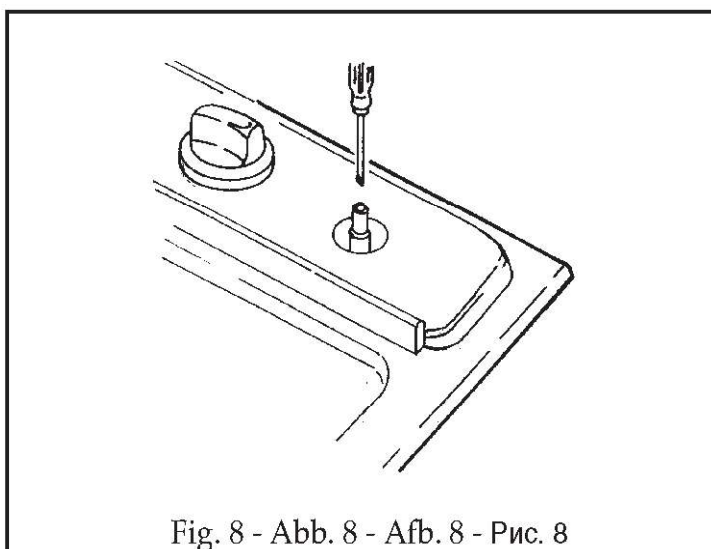

Fig. 8 - Abb. 8 - Afb. 8 - Рис. 8
- per la regolazione del minimo agire con opportuno cacciavite sulla vite posta sul rubinetto (Fig. 8) dopo averlo ruotato in posizione di minimo. Per GPL (butano/propano) avvitare a fondo.
- *to adjust to the minimum, use a screwdriver on the screw placed on the tap (Fig. 8) after turning the tap to its minimum position. For LPG (butane/propane) screw tight.*
- pour le réglage au minimum, tournez à l'aide d'un tournevis approprié la vis qui se trouve sur le robinet (Fig. 8) après avoir placé le robinet sur la position du minimum. Pour GPL (butane/propane) serrez à fond.
- bei der Einstellung des Mindestwertes, den Hahnhebel auf das Minimum drehen und die Einstellschraube am Hahn mit entsprechendem Schraubenzieher drehen (s. Abb. 8). Bei Betrieb mit Flüssiggas (Butan-/Propangas) Einstellschraube fest anziehen.
- para la regulación del mínimo, usar un destornillador apropiado en el tornillo puesto sobre la llave (Fig. 8) después de averlo girado en la posición de mínimo. Para GPL (Butano / propano) atornillar a fondo.
- teneinde het minimum in te stellen draait men met een schroevendraaier de schroef aan de kraan (z. afb. 8), nadat deze op het minimum gedraaid werd. Bij toestellen die op vloeibaar gas (butaan / propaan) werken moet men de stelschroef vast aandraaien.
- para a regulação do mínimo agir com uma oportuna chave de parafuso sobre o parafuso colocado na torneira (Fig. 8) depois de o ter rodado à posição mínimo. Para GPL (butano / propano) ataraxar a fundo.
- регулировку пламени на минимум, поворачивая отверткой винт, установленный на кране (Рис. 8), после его установки в минимальное положение. Для сжиженного нефтяного газа (пропан-бутана) затяните винт до упора.